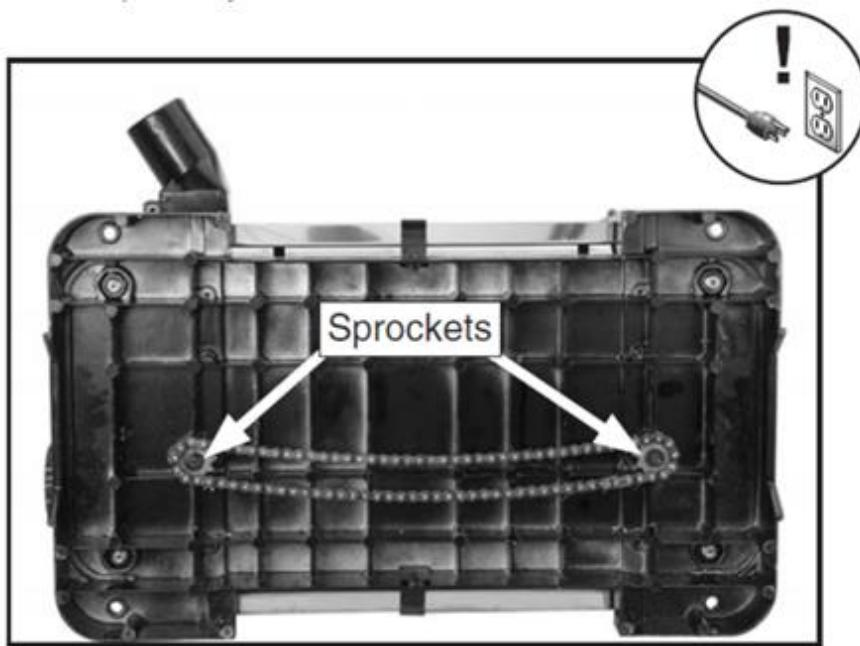

Рисунок 36. Цепь и звездочки по высоте передней бабки открыты для смазки.
2. Осторожно наклоните стакок на бок (см. рис. 36), чтобы обнажить цепь.